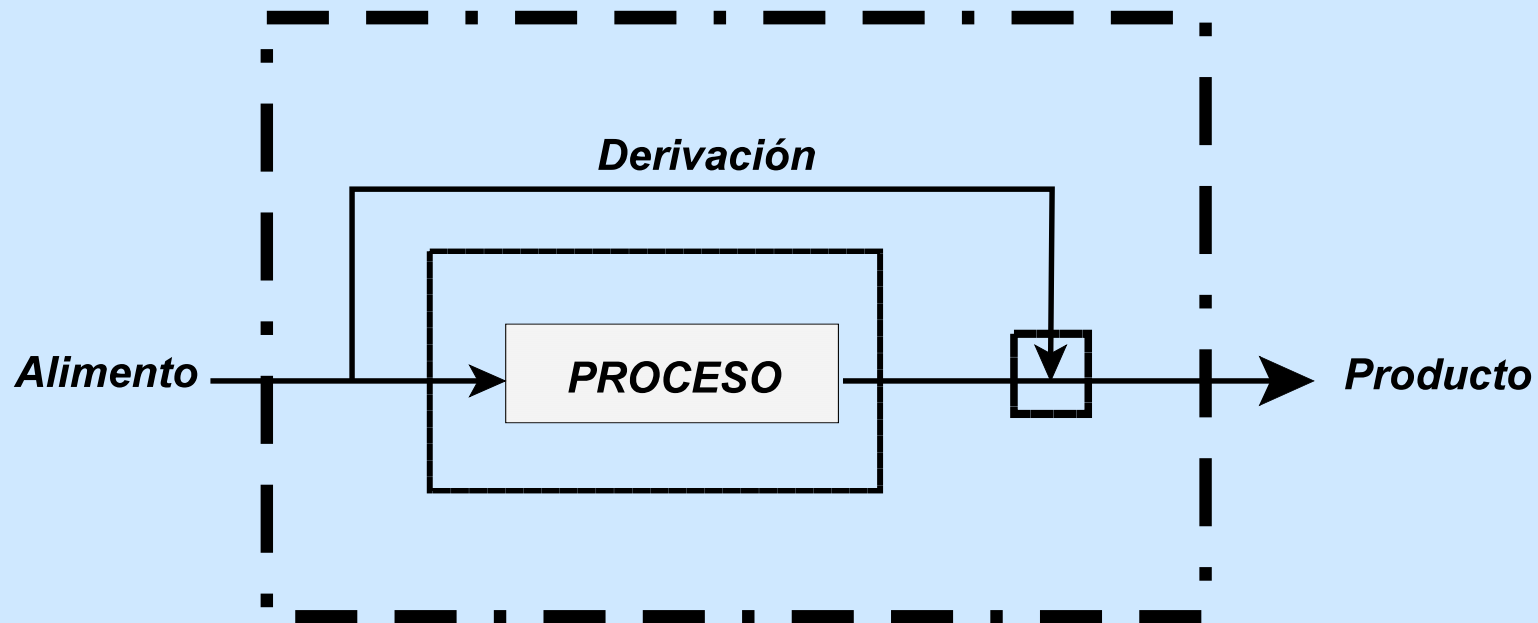

Figura 3.3: Derivación.
**Derivación (“bypass”)**: Corriente que se ha desviado de la principal para evitar que sufra una o más etapas de un proceso, llegando directamente a una etapa posterior para obtener una composición final deseada (**Figura 3.3**); se efectúa un balance alrededor de todo el sistema y un balance en el punto de mezcla.